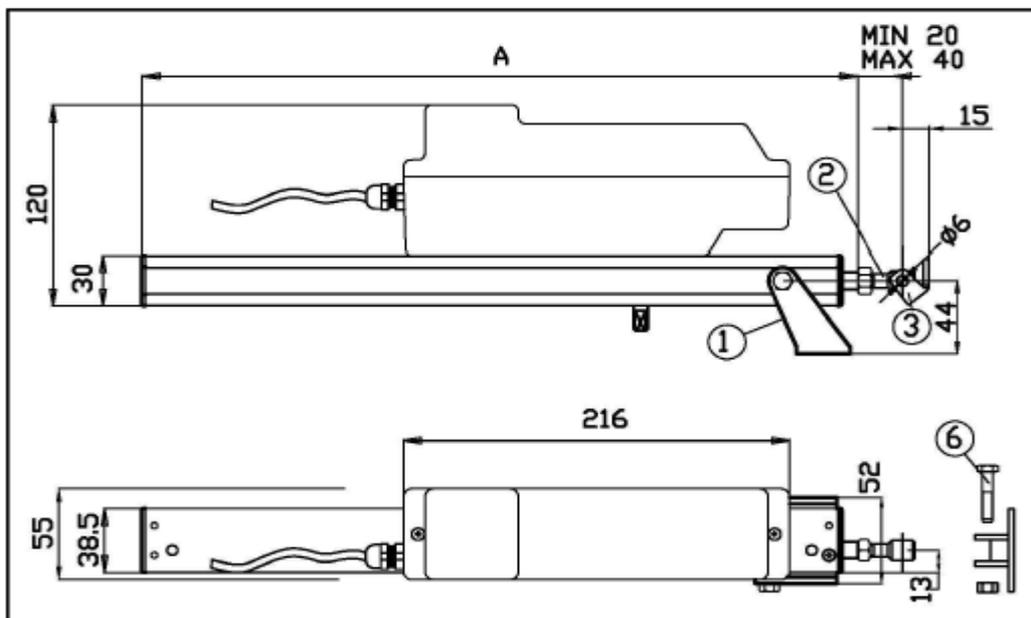

Bild 1
- (Bild 1) Halterung seitlich einstellbar Art. 40235F : die Schwalbenschwanz Führung erlaubt die Befestigung der Schiebekonsole „1“ über die ganze Antriebslänge.